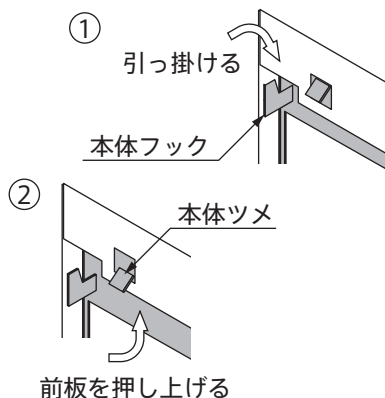

図11 B部詳細図
- (3) 前板側接続部の下側の穴に、本体側接続部の本体ツメを差し込み、上側の穴より、先ほど外したローレットネジにて固定してください。(図11)
- (4) 固定金具を前板ツメに掛けて、前板と本体をはさみこみ、チョウネジにてしっかりと固定してください。
- (3) 前板側接続部の下側の穴に、本体側接続部の本体ツメを差し込み、上側の穴より、先ほど外したローレットネジにて固定してください。（図11）